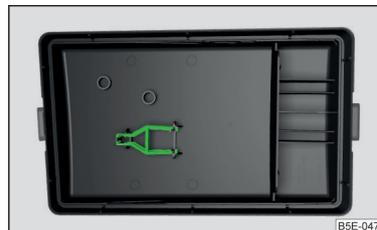

Abb. 235 Abdeckung des Sicherungskastens im Motorraum: Kunststoffklammer für Sicherungen
- Die unter der Abdeckung des Sicherungskastens im Motorraum befindliche Kunststoffklammer nehmen » Abb. 235 auf Seite 235.